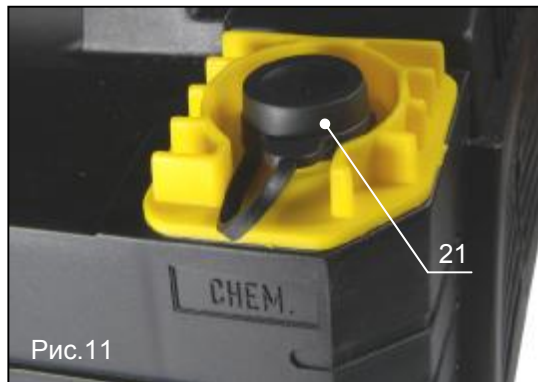

Рис.11
- Наполните бак (поз.21, рис.11) моющим средством.